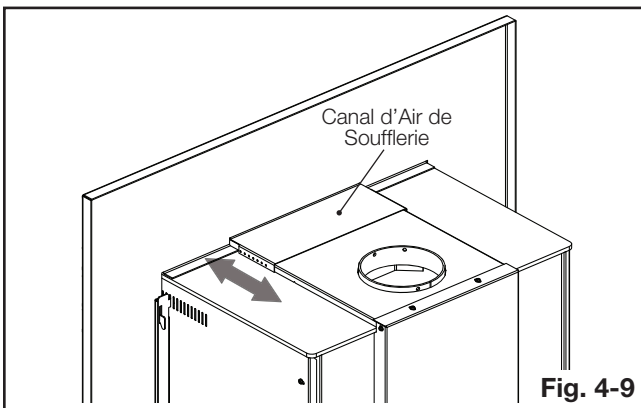

Fig. 4-9
- C. Ajustez le canal d'air du soufflerie en le-glissez vers l'avant ou vers l'arrière (Fig. 4-9).